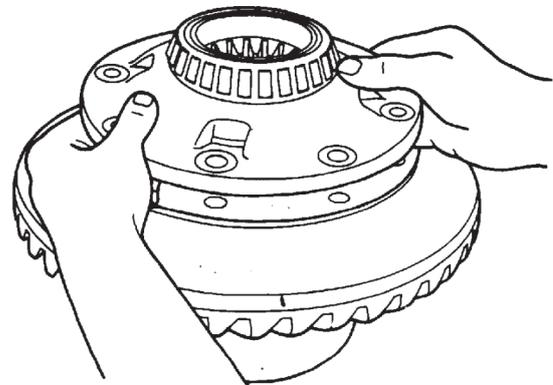

Figura 72
- D. Monte a caixa suporte-metade flange, na coroa (Figura 72);